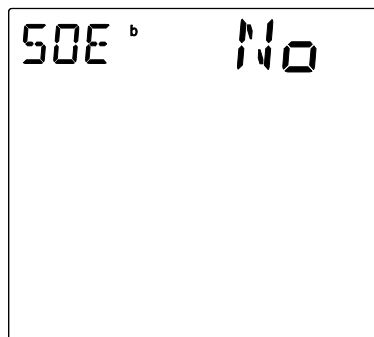
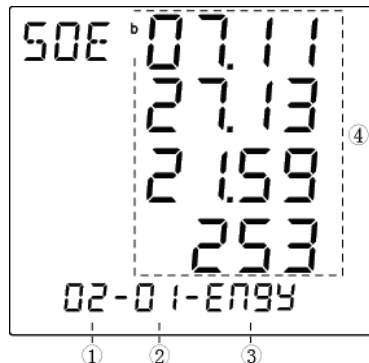

图 3-5-3 无告警 SOE 记录
图 3-5-4 设电量底数 SOE 记录
如果通过界面或者通讯设置过电度量底数，装置会相应产生一条设电度量底数 SOE。如果内存中无设电度量底数 SOE 记录，进入查询 SOE 模式后，屏幕上方显示“NO”，如图 3-5-3 所示。如果内存中存有设电度量底数 SOE 记录，进入查询越限告警 SOE 模式后，如图 3-5-4：
- ① 设电量底数 SOE 事件总数（最大为 2 个）。如图目前共有 2 个被记录事件。
- ② 当前正在查看的事件。如图目前正在查看的为第 1 个发生的事件。
- ③ 事件的类型：ENGY 代表时间的类型为设电量底数。
- ④ 表示事件发生的时间。如图 3-5-4，在 07 年 11 月 27 日 13 时 21 分 59 秒 253 毫秒设定过电量底数。